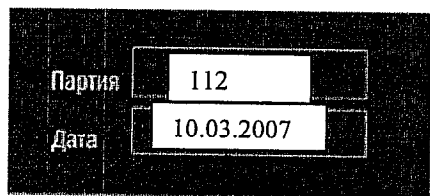

Рисунок 1
6.1.1 С внешней стороны плафона на пузырьковую пленку, которой обернут плафон, должен быть наклеен стикер с информацией об изделии (приложение А Рис.1) . Стикер выполняется в два цвета. Все символы должны быть хорошо пропечатаны и разборчивы, штрих-код должен считываться сканером штрих-кода. Стикер должен быть ровно наклеен.
Номер партии и дата изготовления проставляются в специальной маркировочной табличке, нанесенной на корпус изделия или на индивидуальную и транспортную упаковки (рисунок 1).
Фактическая дата изготовления проставляется штампом в графе «ДАТА ИЗГОТОВЛЕНИЯ». Дата изготовления наносится арабскими цифрами в формате «число. месяц. год», например, «10.03.2007». Завод-изготовитель проставляет фактическую дату изготовления данной партии продукции (рисунок 1).